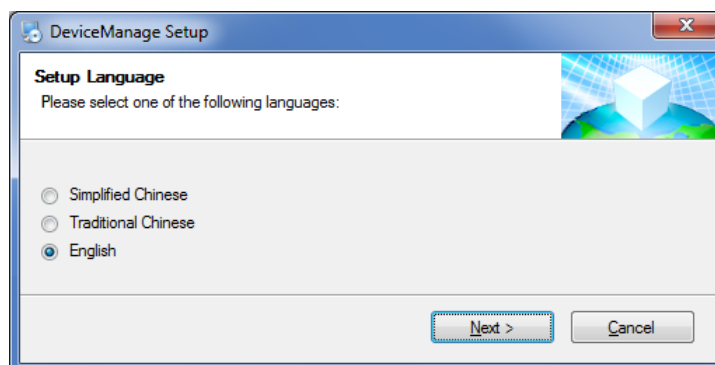

Рис. 17.1. Установка программы Device Manager
- 2) В результате запустится мастер установки программы *Device Manager* (Рис. 17.1). Во всех окнах нажимайте кнопку .